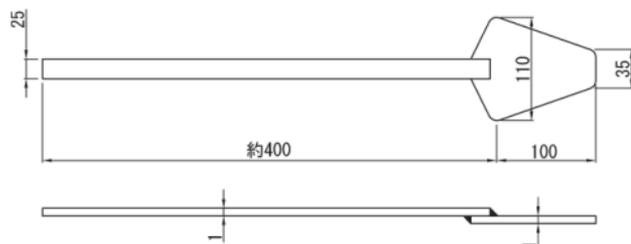
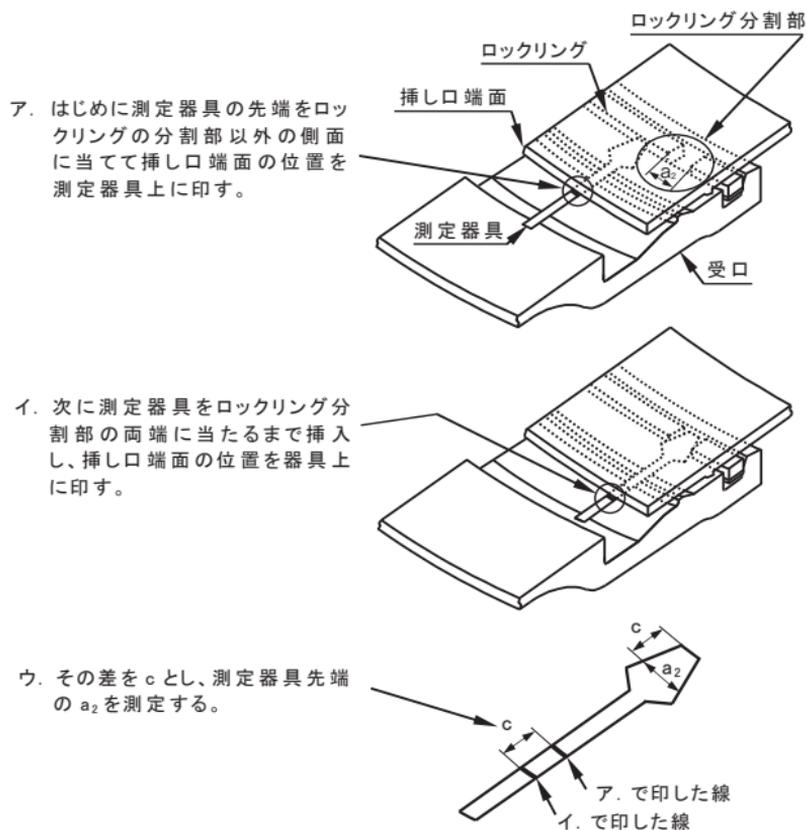

図 22 ロックリング分割部間隔測定器具
図 23 ロックリング分割部間隔測定方法
- (4) ロックリングが挿し口に十分抱きついていることを確認するため、図 23 に示す手順でロックリング分割部の間隔(a_2)を測定する。この時、図 22 のようなプラスチック樹脂板製または金属板製測定器具が必要となるため別途準備しておく。また、管底部における測定器具の挿入を容易にするため、搬送台車の油圧ジャッキで挿し口側を若干持ち上げ気味にしておくとうよい。ディスタンスピースが測定の際になる場合は、ディスタンスピースを円周方向に少しずらしておく。
図 23 の方法で測定した a_2 寸法と接合前に測定した a_1 寸法 (P12 参照) を比べて、呼び径 1500 の場合は $a_2 \leq a_1 + 5 \text{ mm}$ 、呼び径 1600 以上の場合は $a_2 \leq a_1 + 8 \text{ mm}$ であれば、ロックリングは正常に挿し口に抱きついていると判断する。